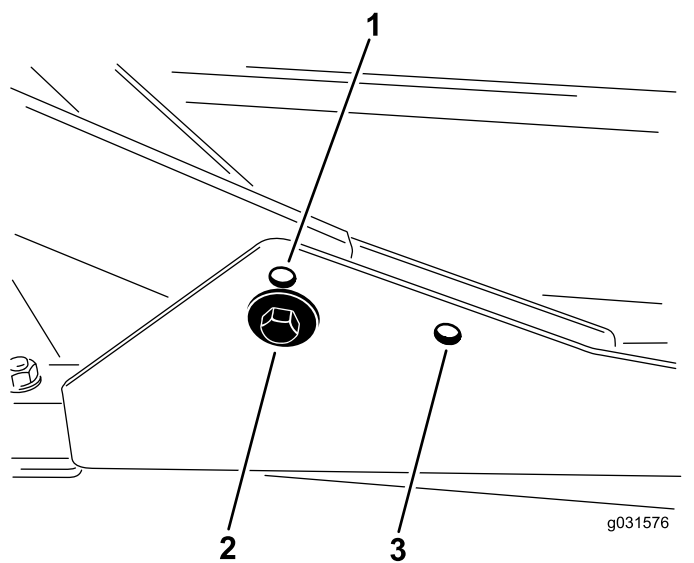

図 16
2. 刈高を 63-100 mm にセットする場合には、前キャリアフレームを上側の穴に取り付けます 図 16。
後カuttingデッキは、刈り高に関係なく後側の取り付け穴を使って取り付けます 図 16。